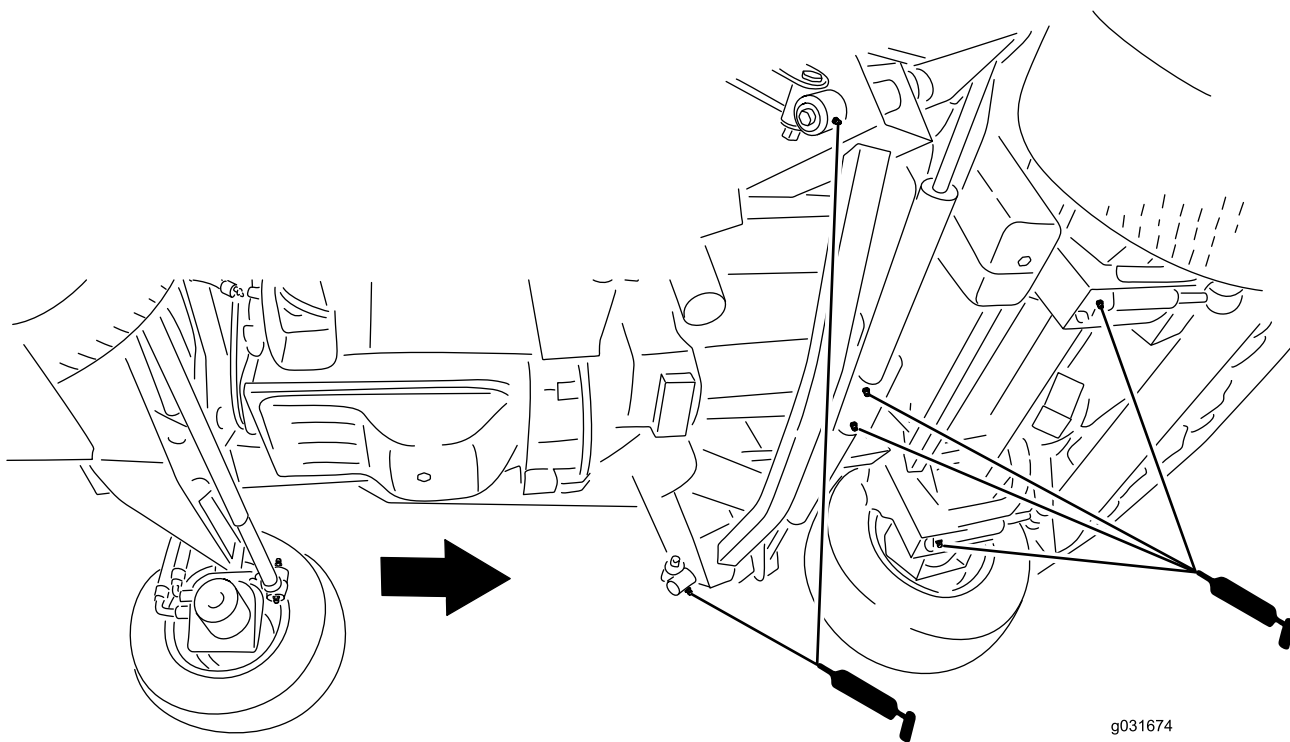

Bild 77
- 2 Stoßarme (Bild 77)
- 2 Frontmähwerk-Hubzylinder-Drehzapfen (Bild 77)
- 2 Seitmähwerk-Hubzylinder-Drehzapfen (Bild 77)